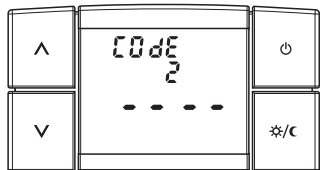

fig. 46
- **Appuyer neuf fois sur la touche**  pour accéder à la page de visualisation d'insertion du mot de passe. L'écran affichera l'inscription « **COde 2** » et « - - - - » (fig. 46).